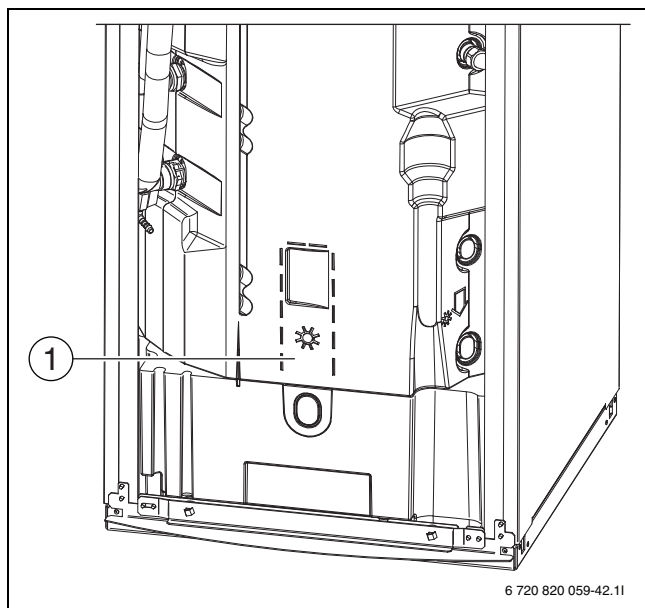

Bild 25 Anordnung von Temperaturfühler TW1 und ggf. TS2
- Dämmung am Solarsymbol (→ Abb. 25, [1]) aufschneiden. Darauf achten, dass das Kabel von Temperaturfühler TW1 nicht beschädigt wird!